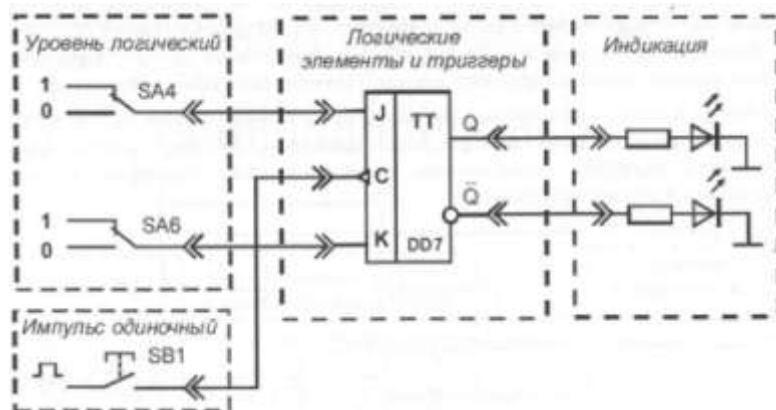

Рисунок 17 - Схема соединений для исследования JK -триггера при подаче на вход одиночных импульсов
2. Проверить таблицу истинности JK-триггера и определить, исправен ли он. Для этого собрать схему (рис. 17), подключив выходы гнезд «Уровень логический» к соответствующим. Подключить источник сигнала «Импульс одиночный», формирующий одиночные импульсы с положительной полярностью, к входу C. Включить тумблер «Сеть». Задавая различные комбинации входных логических сигналов тумблерами SA4 и SA6 на входах J и K и нажимая на кнопку SB 1 (синхронизирующий импульс), составить таблицу истинности JK-триггера. Уровню логической «1» на выходе триггера Q соответствует свечение светодиода. Результаты занести в табл. 22. Обратите внимание, на каком фронте синхроимпульса «C» происходит переключение JK-триггера. Выключить тумблер «Сеть». Сравнить результаты с таблицей 24 определить, исправен ли триггер.